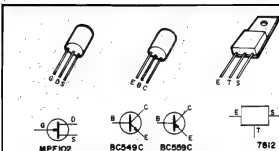

Fig.2
- FIG. 2 - PRINCIPAIS COMPONENTES DA MONTAGEM - Para facilitar a "vida" dos montadores, a figura mostra, em aparência, pinagem e símbolo, todos os componentes "ativos" do circuito, incluindo o FET (MPF102), os transistores bipolares (BC559C e BC549C) e o Integrado regulador de Tensão (7812). Para o principal, é importante fixar bem a codificação das pinagens antes de